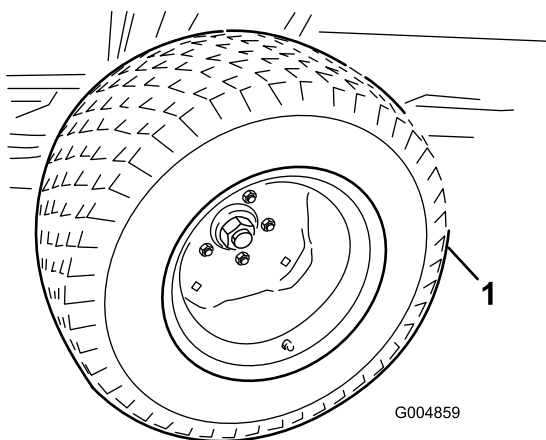

Figura 79
27. Instale os pneus de condução de verão com 2 porcas por pneu (Figura 79).